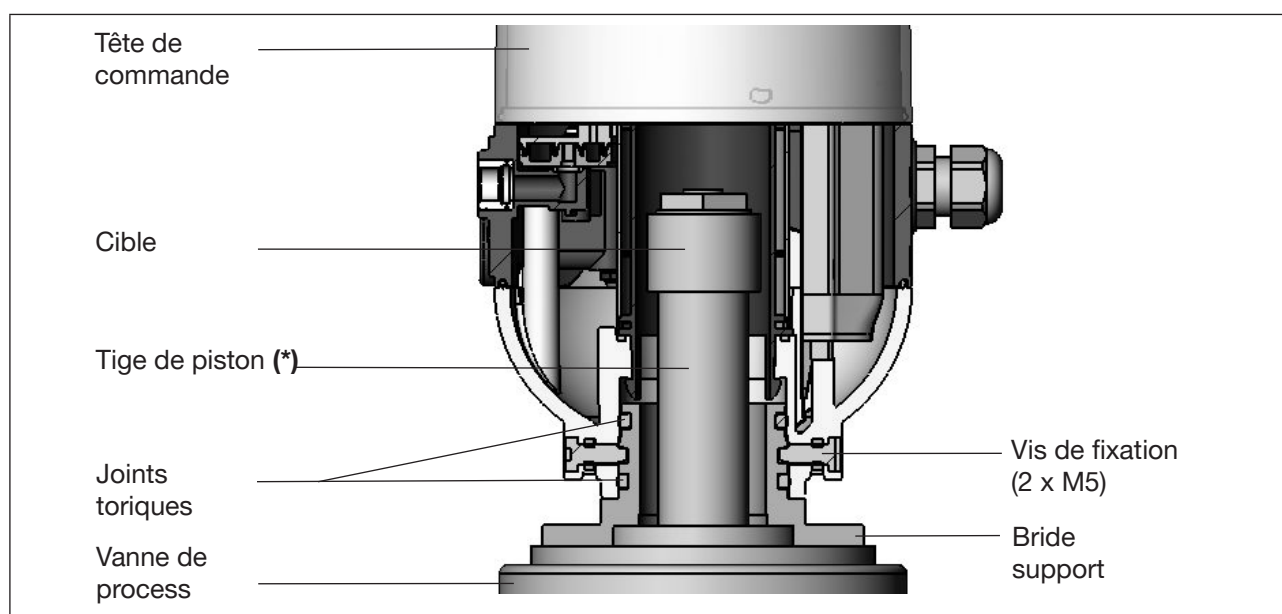

Figure 11 : Schéma de principe de l'adaptation tête de commande - vanne de process
- Fixer la bride support sur la vanne de process, voir « Figure 11 ». Veiller au centrage et aux conditions d'étanchéité !
- Sécuriser la tête de commande contre son retrait de la bride support avec les deux vis de fixation (vis à embase M5) dans la rainure médiane de la bride support – couple de serrage : max. 3,2 Nm (voir « Figure 11 : Schéma de principe de l'adaptation tête de commande - vanne de process » et chapitre « 7.2.3 »).
- Desserrer légèrement les vis de fixation (vis à embase M5, voir « Figure 11 ») jusqu'à ce que le dessous de la tête de vis soit à fleur de la surface auxiliaire du boîtier.
→ Défaire le plombage (ou desserrer les vis autotaraudeuses pour plastique) si le boîtier est sécurisé (voir « Figure 11 »).